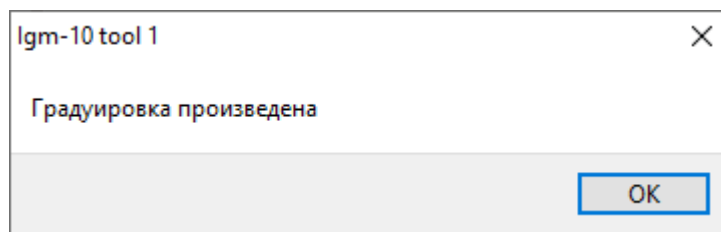

Рисунок 17 – Информационное окно подтверждения выполнения градуировки прибора
- 3) После установки значения концентрации ПГС на экране появится информационное окно подтверждения выполнения градуировки прибора (рисунок 17). Для возвращения к работе с программой необходимо нажать «ОК».